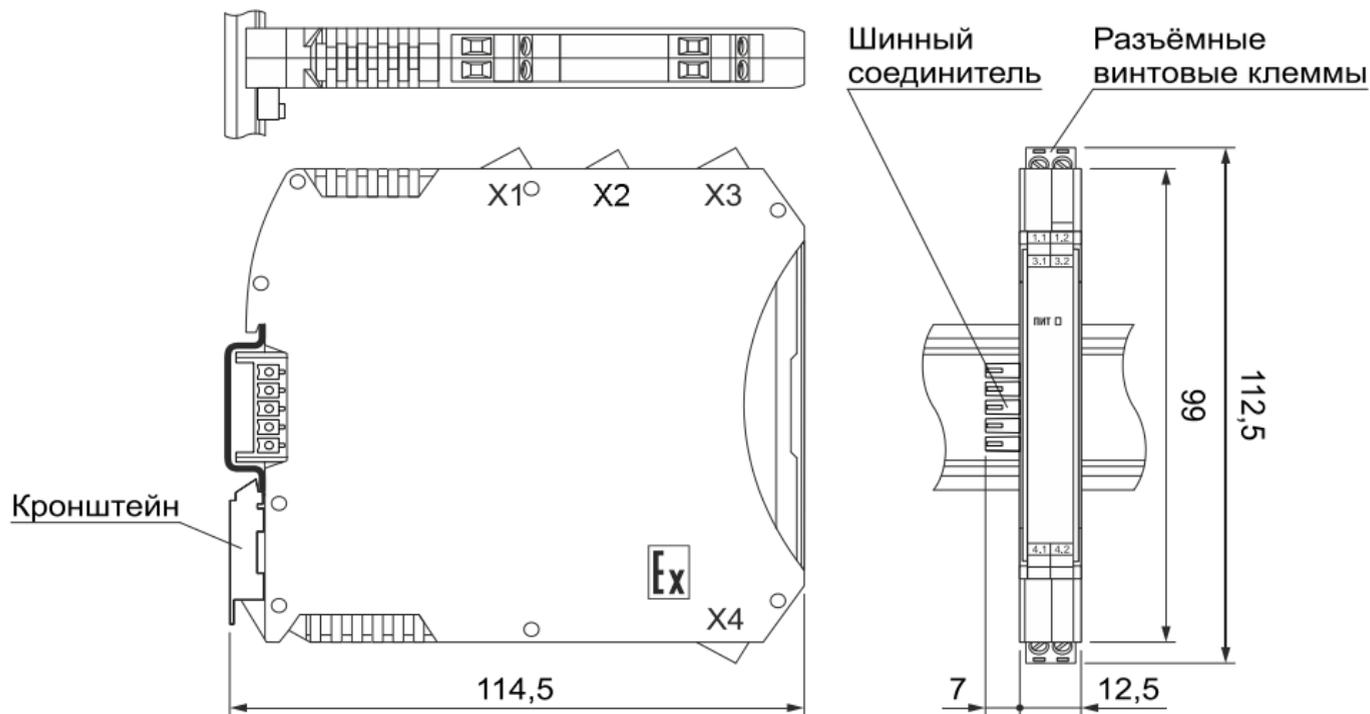

Рисунок 6.1 – Габаритные размеры барьера KA5031Ex-1N
6.3.1 Электрические соединения осуществляются с помощью розеток к клеммным соединителям X1, X2, X3, X4. Размещение клеммных соединителей показано на рис. 6.1. Розетки рассчитаны на подключение проводников с сечением не более 2,5 мм2.